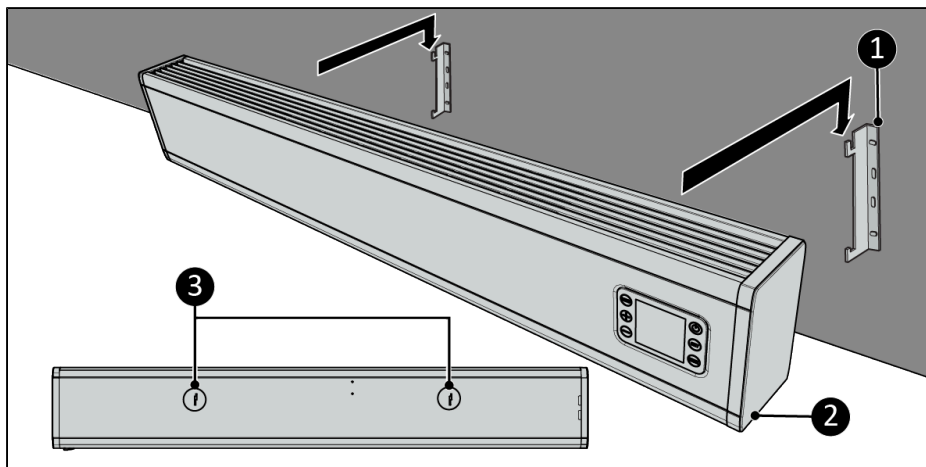

Figur 73.
1. Placera enheten på en lodrät och fast yta. Använd ett vattenpass vid uppställningen av enheten (Figur 73, pos. 1).
2. Placera enheten med ett minsta avstånd (Figur 73) på: